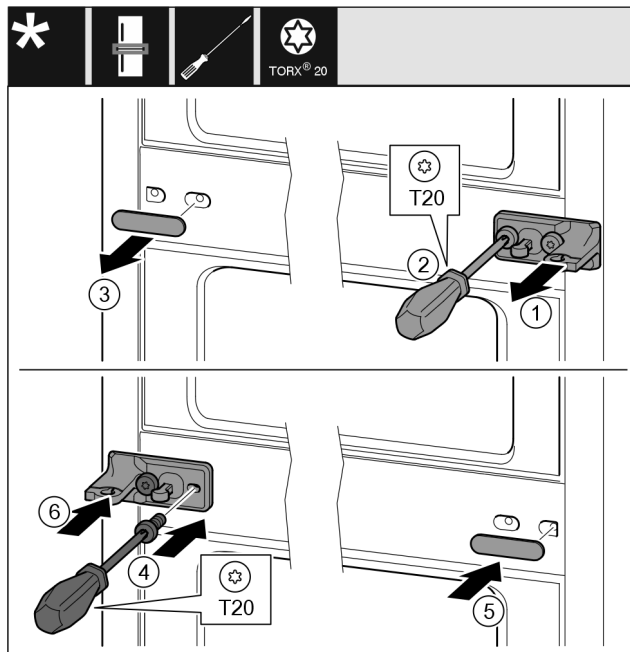

Fig. 12
- ▶ Зніміть планку Fig. 12 (1).
- ▶ Викрутіть гвинти Fig. 12 (2) за допомогою викрутки.
- ▶ Обережно зніміть кришку Fig. 12 (3).
- ▶ Поверніть опорний кронштейн з плівкою Fig. 12 (4) на 180° та закріпіть гвинтами з іншого боку.
- ▶ Поверніть кришку Fig. 12 (5) на 180° і встановіть її з іншого боку.
- ▶ Встановіть планку Fig. 12 (6) спереду.